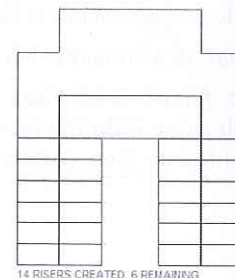

Figura 11.65 – Edição com Dividir elemento e Excluir.
9. Com a ferramenta **Dividir elemento**, do painel **Modificar** da aba **Modificar | Escadas > Editar croqui**, corte as arestas; depois, apague as partes que sobraram do retângulo com a ferramenta **Excluir**, para ficar semelhante ao da Figura 11.65.